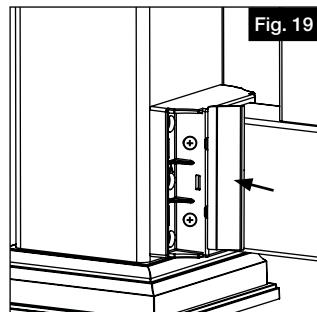

Fig. 19
- En s'assurant que la lettre située à l'intérieur du couvercle du support correspond à celle du support, enclencher le couvercle en place. Répéter le processus pour tous les supports (Fig. 19).